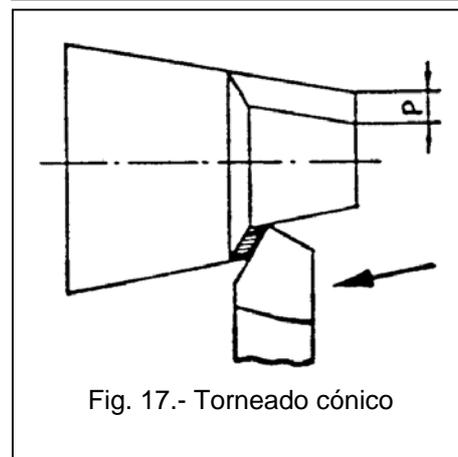

Fig. 17.- Torneado cónico
**Torneado. Coneado:** Es la diferencia de cotas, antes y después de la pasada, medida perpendicularmente sobre el eje. (Fig. 17)